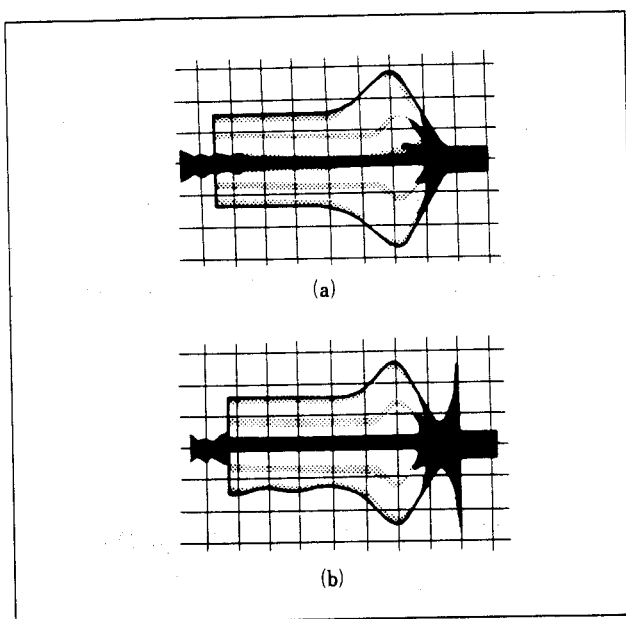

図4-8.
- 4) このとき、出口自由波形が図4-8.(a)、(b)に示す範囲内であることを確認する。